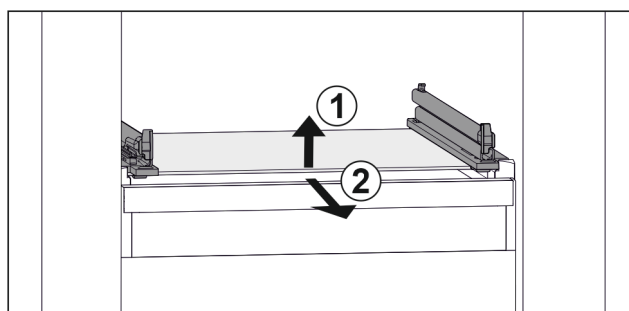

Fig. 94 Примерно изображение на стъклената плоча
- ▶ Повдигнете стъклената плоча отпред. Fig. 94 (1)
- ▶ Извадете стъклената плоча напред. Fig. 94 (2)